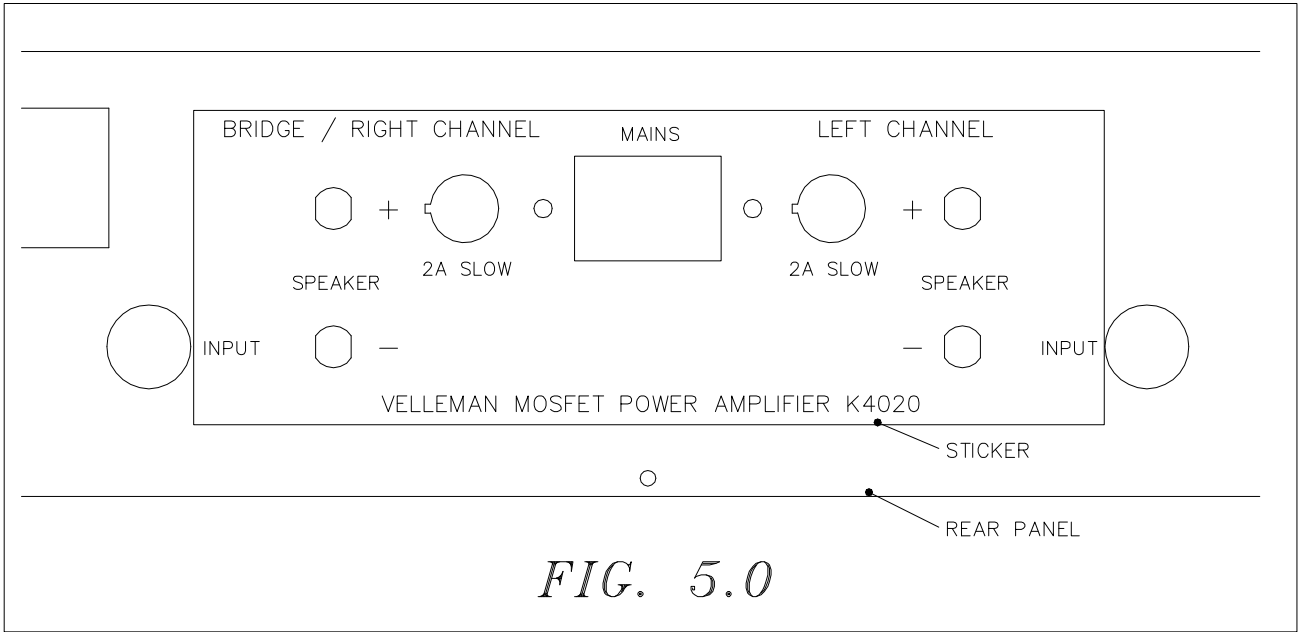

FIG. 5.0
- Kleben Sie den Aufkleber zwischen den beiden Ausgangsklemmen, wie in Abb. 5.0.
- Verbinden Sie mit einem abgeschirmten Draht die Anschlüsse "GND" (Masse oder Abschirmung) und "Bout" von Verstärker "A" mit den Anschlüssen "GND" und "Bin" von Verstärker "B" (siehe Abb. 5.0).